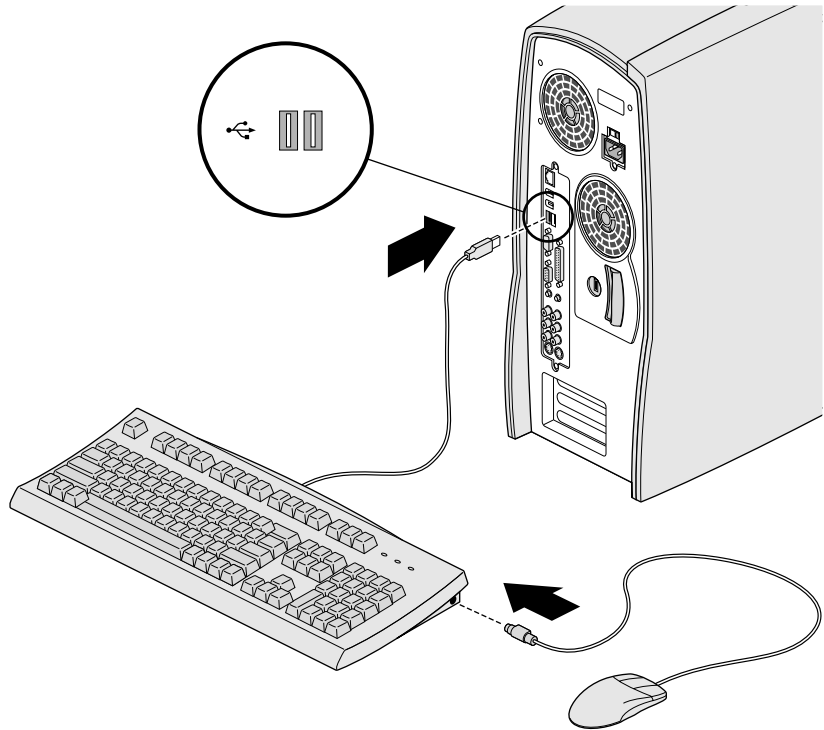

Abbildung 1-3 Anschließen der Maus und der Tastatur
2. Schließen Sie die PS/2-Maus wie in Abbildung 1-3 an die Tastatur an. Verbinden Sie anschließend die Tastatur über den linken USB-Anschluß mit dem System.